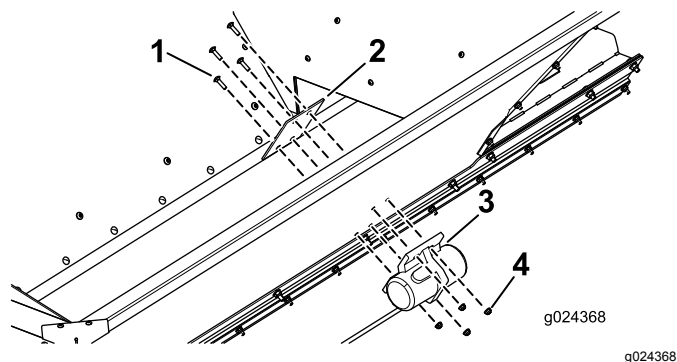

Figura 13
- Fissate la piastra di montaggio e il vibratore al veicolo utilizzando i 4 bulloni a testa tonda e 4 dadi come illustrato nella Figura 13.